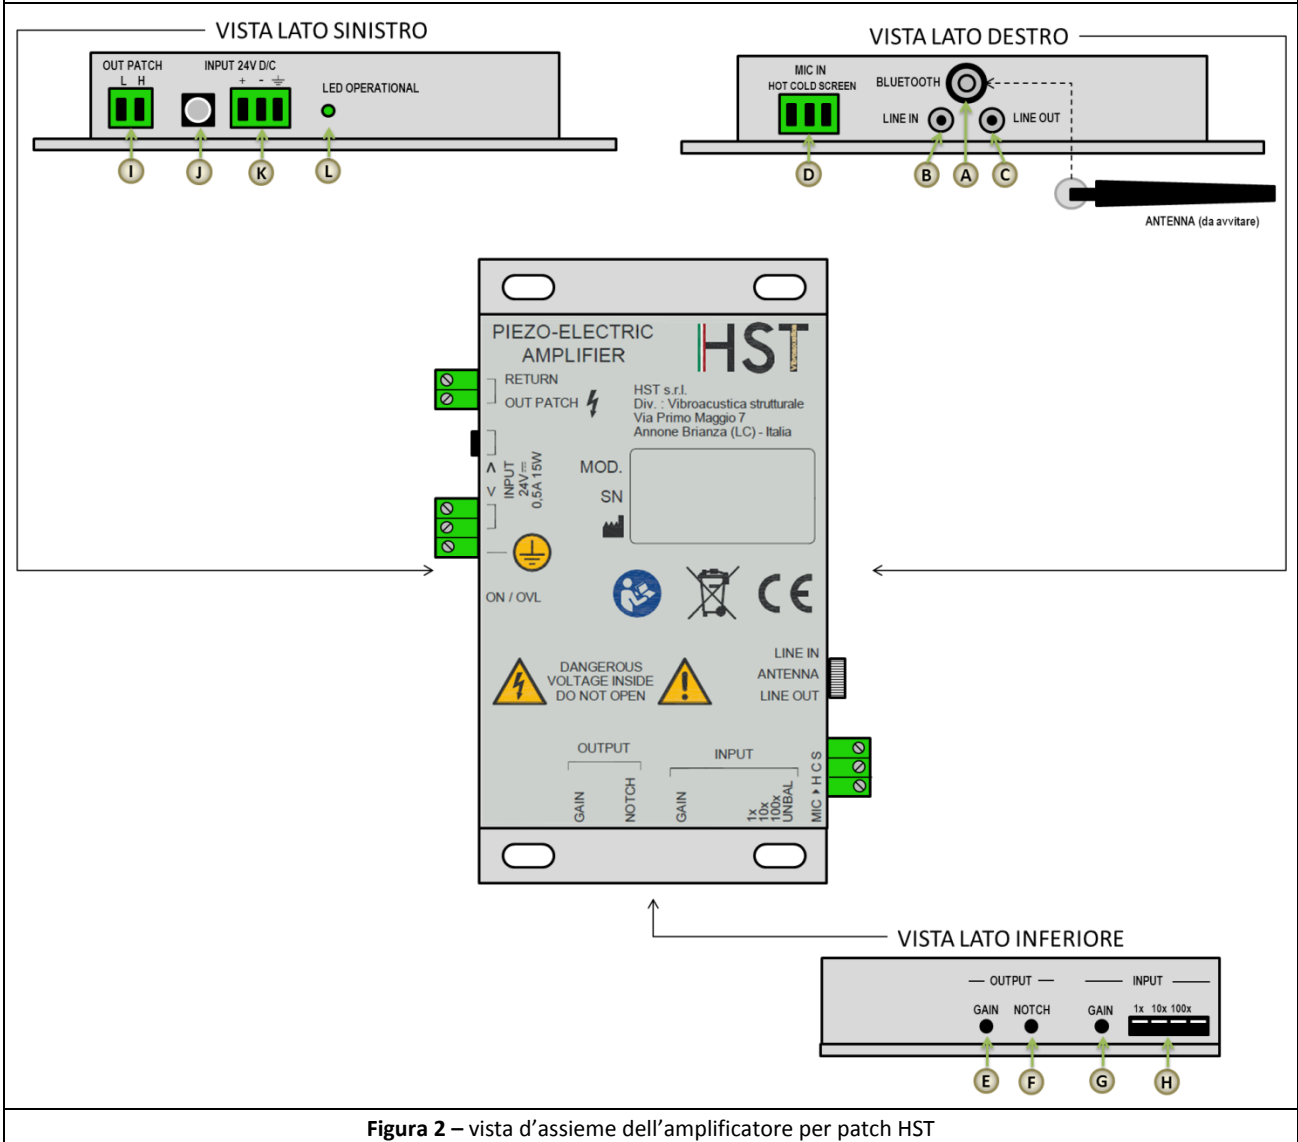

Figura 2 – vista d'assieme dell'amplificatore per patch HST
L'amplificatore per patch HST è fornito dei seguenti comandi (Figura 2):
STEP 1: accendere l'impianto **MARSound** tramite l'interruttore generale e controllare che il led (componente L, Figura 2) sull'amplificatore sia acceso e di colore verde.
STEP 1: collegare una prolunga audio dotata di jack audio da 3.5mm all'uscita audio del dispositivo e alla presa denominata LINE IN sull'amplificatore (componente B, Figura 2).
STEP 1: collegare una prolunga audio tra l'uscita/ingresso audio del dispositivo (jack per auricolare da 3.5mm) e le prese denominate LINE IN e LINE OUT sull'amplificatore (componente B e C, Figura 2).